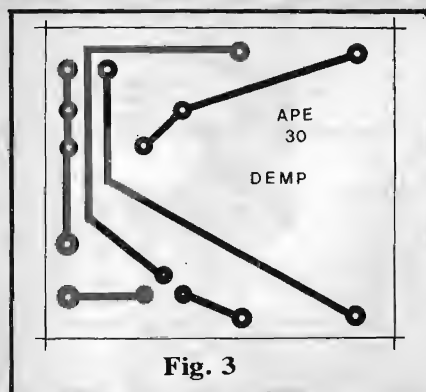

Fig. 3
- FIG. 3 - A plaquinha de Circuito Impresso específica para o DEMP é de confecção facilíma, tendo seu **lay out**, em escala 1:1, na figura. São muito poucas as ilhas e pistas e bastam os cuidados mínimos e elementares, para realizar a dita placa com perfeição... De